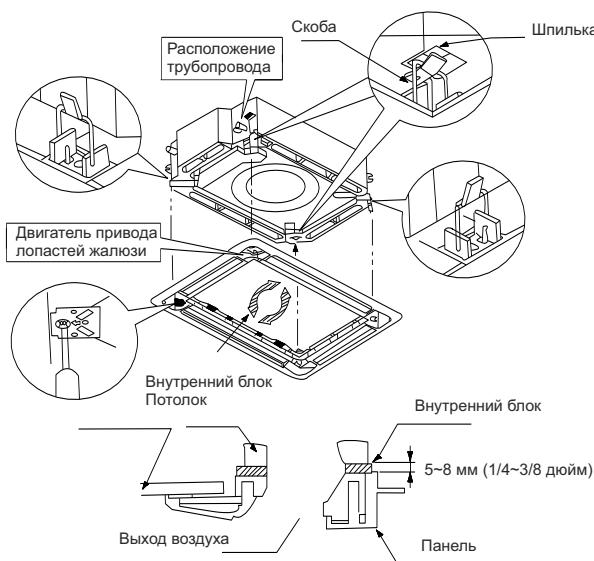

Рис. 4.36
- (1). Расположите панель на блоке и защёлкните скобы на стороне двигателя привода лопастей жалюзи.
- (2). Защёлкните другие две другие скобы.
- (3). Закрутите четыре винта на расстоянии 15 мм под скобами.
- (4). Отрегулируйте панель по направлению, указанному стрелкой, как показано на Рис. 4.36.
- (5). Закручивайте винты до тех пор, пока толщина теплоизоляционного материала между панелью и внутренним блоком не сократится до 5-8 мм.